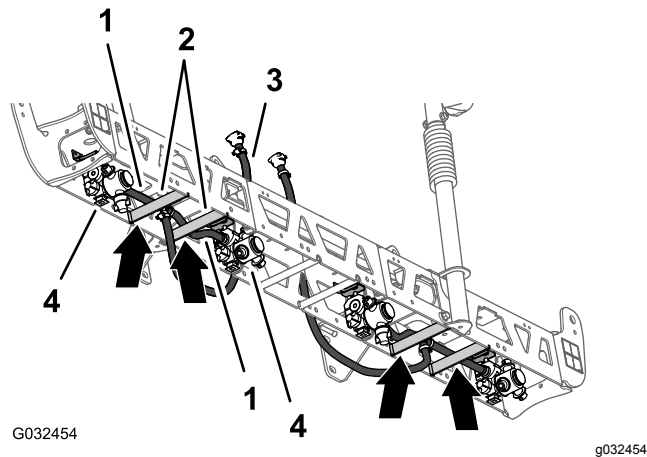
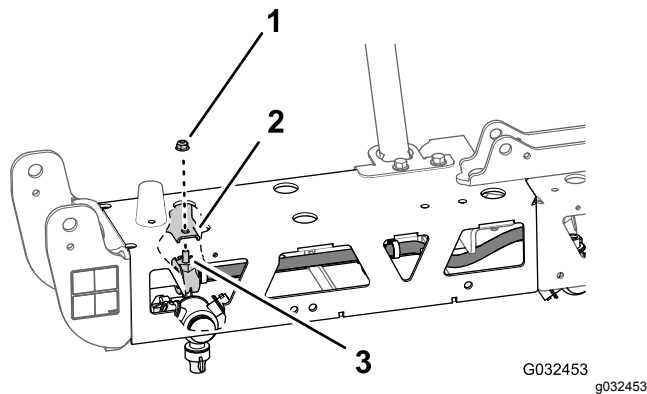

Figura 57
Figura 58
- 1. Disponete il flessibile da 13 mm e il gruppo dell'ugello tra gli ancoraggi della trave esterna (Figura 57).
- 2. Disponete il flessibile e l'ugello sopra l'ancoraggio della trave e all'esterno del supporto dell'ugello esterno (Figura 57).
- 3. Allineate il bullone a testa esagonale (5/16" x 3/4") dell'ugello dell'irroratrice attraverso il foro nel supporto dell'ugello e fissate senza serrare l'ugello al supporto con un dado di bloccaggio flangiato (5/16") del kit di finitura dell'impianto di irrorazione GeoLink (Figura 58).
- 4. Disponete l'altro flessibile da 13 mm e il gruppo dell'ugello tra gli ancoraggi della trave esterna (Figura 57).
- 5. Disponete il flessibile e l'ugello sopra l'ancoraggio della trave e all'interno del supporto dell'ugello interno (Figura 57).
- 6. Allineate il bullone a testa esagonale (5/16" x 3/4") dell'ugello dell'irroratrice attraverso il foro nel supporto dell'ugello (Figura 58) e fissate senza serrare l'ugello al supporto con il dado di bloccaggio flangiato (5/16") rimosso nei passaggi 1 e 4 di Rimozione degli ugelli dell'irroratrice (pagina 25).
- 8. Disponete il flessibile e l'accoppiatore dentellato da 13 x 810 mm sul lato della sezione di irrorazione centrale con le staffe di supporto di sinistra e destra (Figura 57).
- 9. Ripetete i passaggi da 1 a 8 per il flessibile e il gruppo dell'ugello sull'altra trave esterna (Figura 57 e Figura 58).